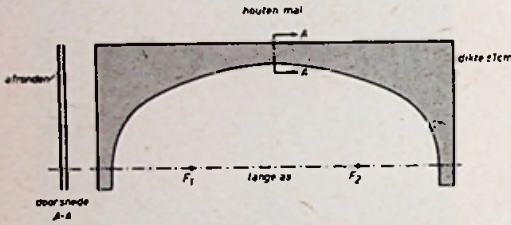

Fig. 5
grote as van de ellips laten wentelen (fig. 5 en 6).
- Afb. 5. Vier dipolen van een zendantenne voor band III.